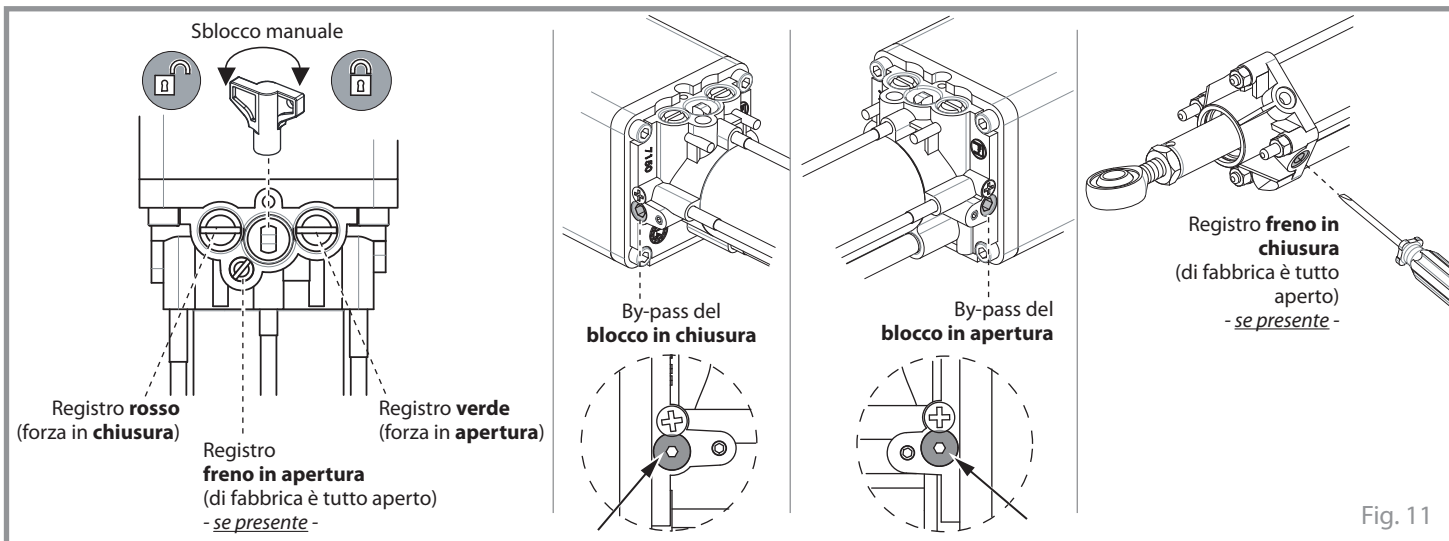

Fig. 11
**I registri ed i by-pass su cui intervenire per configurare il pistone sono tutti sulla valvola e sulla testa del pistone stesso (Fig.11).**